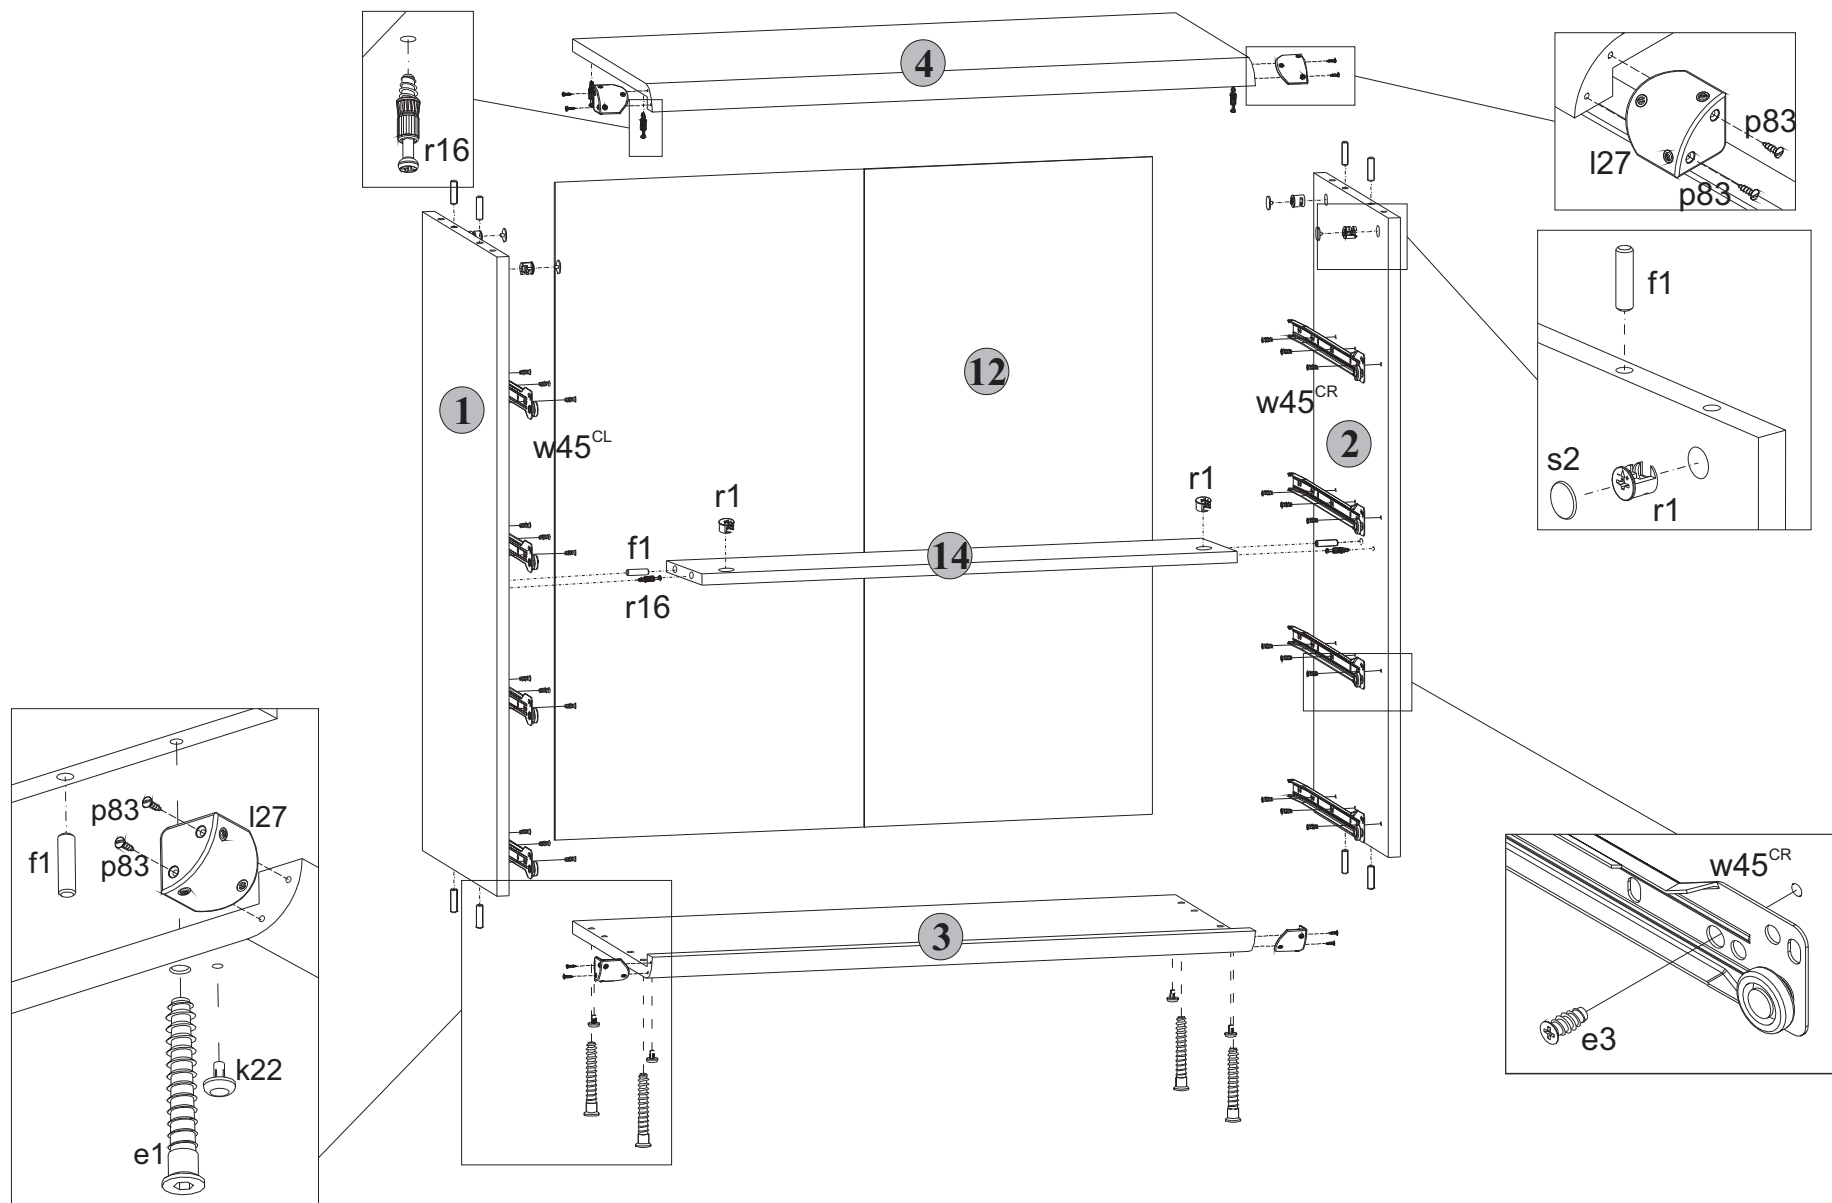

Рис. 2
- 5.4 На внутренних поверхностях стенок боковых **1, 2** и цоколя **14** в отверстия диаметром **15 мм** вставить стяжки эксцентриковые **r1** (см.рис. 2).
- 5.5 В отверстия диаметром **5 мм** на нижней поверхности щита верхнего **4** вкрутить винты стяжки **r16**, пользуясь крестообразной отверткой (см.рис. 2).
- 5.6 В отверстия диаметром **4,5 мм** на нижней поверхности щита нижнего **3** вставить опоры полимерные **k22** (подпятники) (см.рис. 2).
- 5.8 К стенкам боковым **1** и **2** присоединить щит нижний **3** и стянуть еврошурупами **e1**, пользуясь специальным ключом **z1** из комплекта фурнитуры (см.рис. 2).
5.2 В отверстия диаметром **8 мм** на верхних и нижних кромках стенок боковых **1** и **2**, а также в боковые кромки цоколя **14** вбить деревянные шканты **f1** (см.рис. 2).